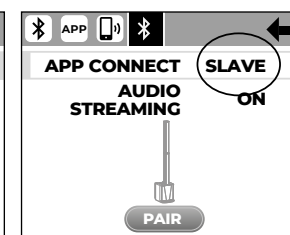
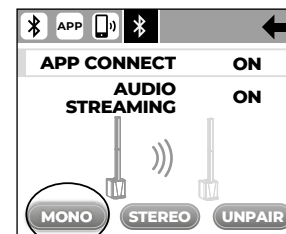
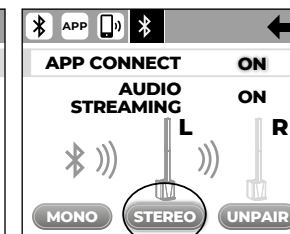

Fig. 4A
Fig. 4B
Fig. 4C
**APP CONNECT SLAVE :** quand cette fonction est activée (Fig. 4A), elle permet de configurer l'unité comme système secondaire supplémentaire (Slave) pouvant être parfaitement contrôlé via l'application. Ainsi faisant, il est possible de choisir l'audio en mode Mono (Fig. 4B) ou Stéréo (Fig. 4C). Contrôler que la commande APP CONNECT est bien sur ON dans le système principal (Master)